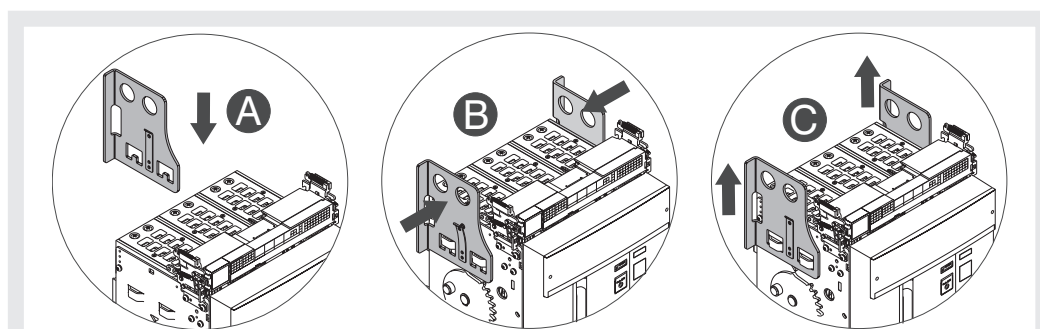

Figure 38
3. Placer les plaques de levage sur la partie mobile en vérifiant que la languette des plaques soit accrochée. Voir Figure 38.